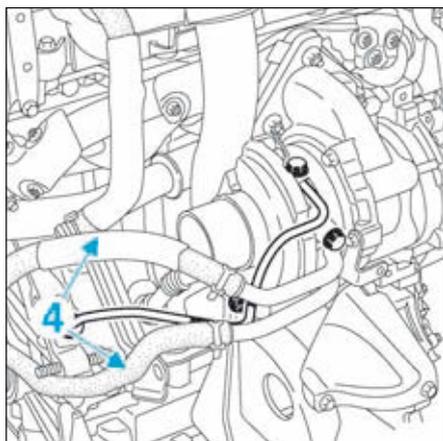

FIG.163
- Mettre en place une pince-durite appropriée sur les durites (4) (Fig.163).